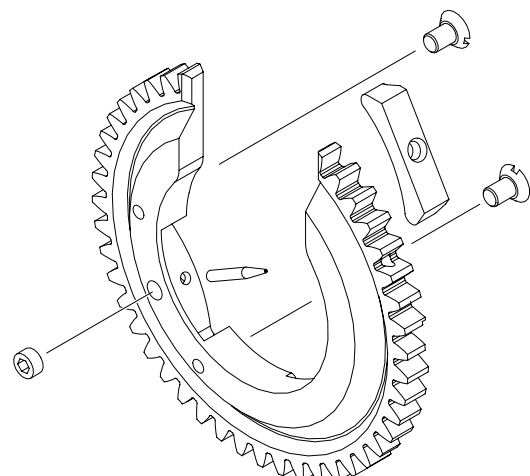

Figure 52 セラミック・インサートの取り付け
2. 新しい電極を取り付けて、止めネジで固定します。Fig.52をご参照ください。